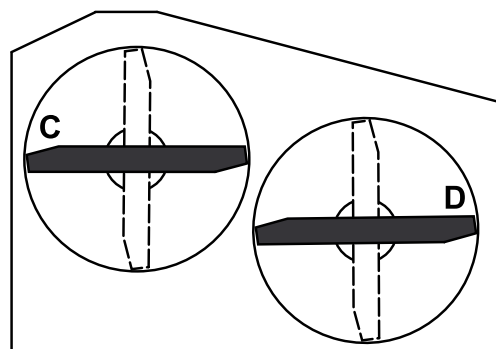

Figure 61
2. Tournez les lames pour les mettre parallèles dans le sens transversal. Mesurez la distance aux points **C** et **D** (Figure 61) entre une surface plane et le bord coupant des pointes des lames.